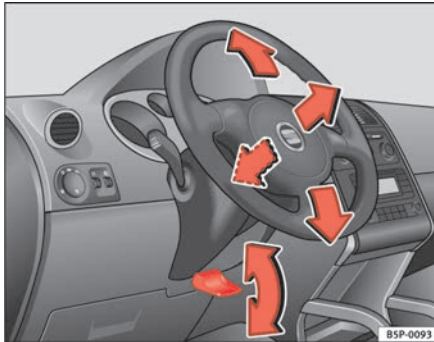

Abb. 132 Lenkradposition einstellen
- Schwenken Sie den Hebel ⇒ Abb. 132 unter der Lenksäule nach unten ⇒ ⚠.